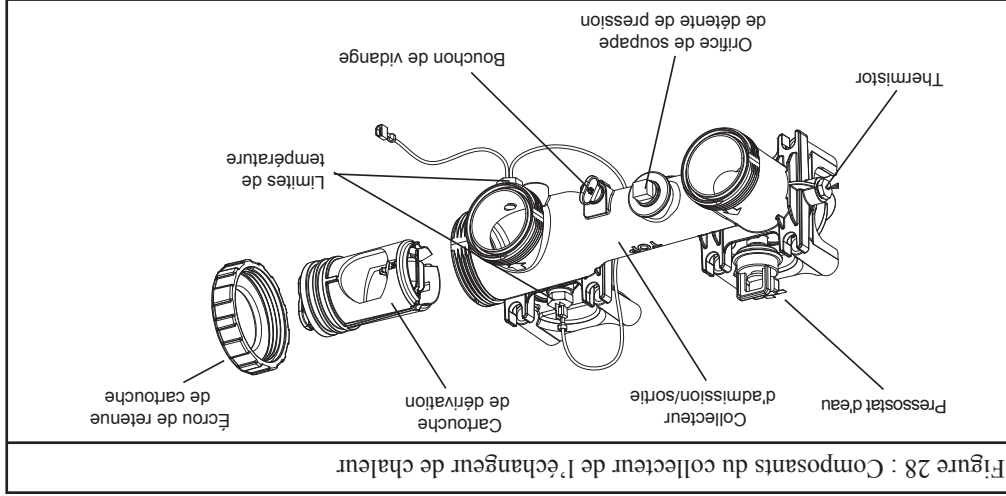

Figure 28 : Composants du collecteur de l'échangeur de chaleur
6. Sur les modèles avec des collecteurs en plastique, retirer le bouchon de vidange en plastique (voir Figure 28). Sur les modèles avec des collecteurs en bronze (modèles ASME), ouvrir le robinet de vidange en laiton situé sur le réchauffeur (voir Figure 21).